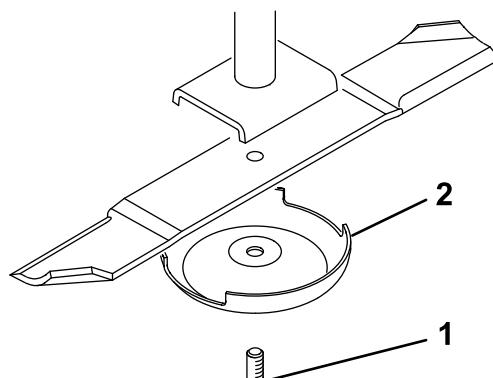

図 39
4. ぼろきれや厚いパッドの入った手袋を使ってブレードの端部をしっかりと握る。スピンドルのシャフトからブレードボルト、芝削り防止カップ、ブレードを取り外す図 39。